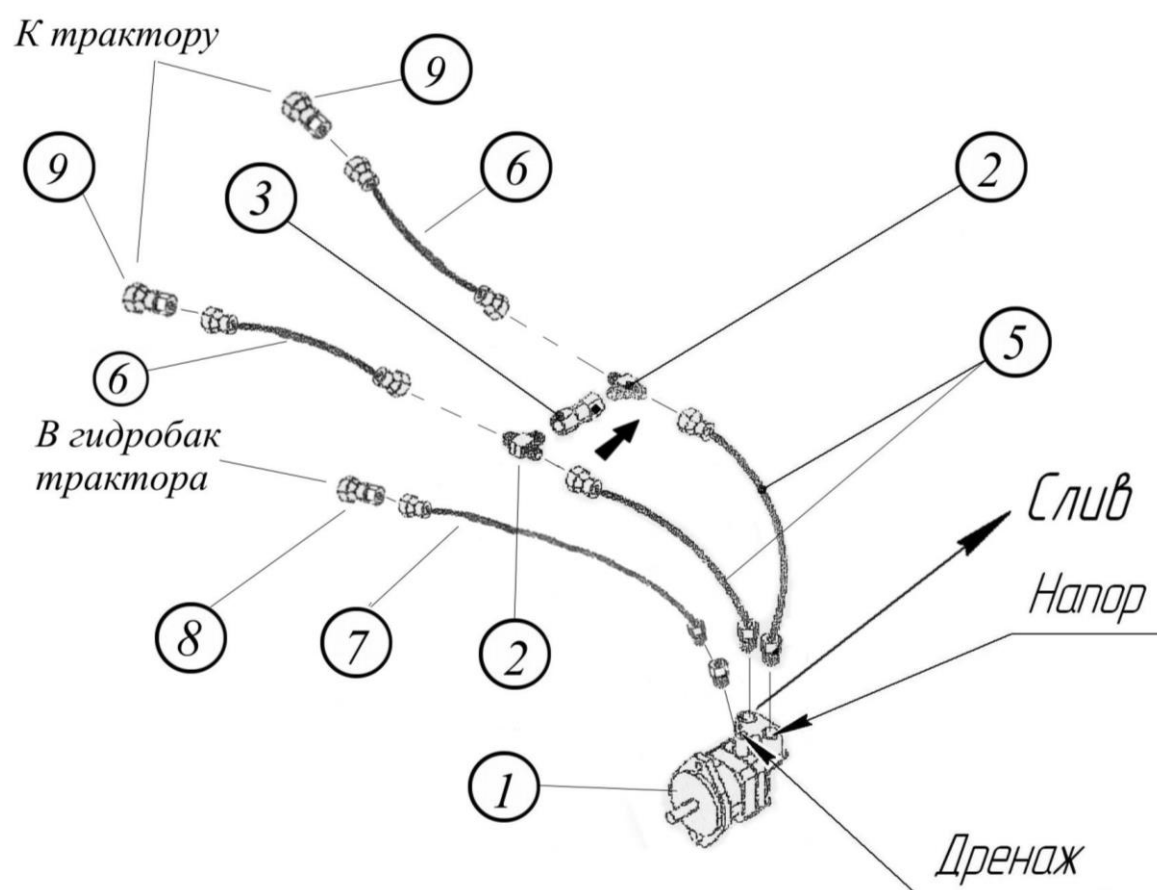

Рис.4.5.1.1. Гидропривод вентилятора бункера одноосного.
4.5.1.1. Установите элементы системы гидропривода вентилятора согласно рис.4.5.1.1 – для посевного комплекса с одноосным бункером. Номера узлов и деталей см. в табл. 4.5.1.1 и на бирках. Детали поз.1,2,3,5 уже установлены на бункере на заводе-изготовителе.
Примечание. Возвратный клапан (поз.3) устанавливать по направлению стрелки из полости «Слив» в полость «Напор» как показано на рис.4.5.1.1. В зависимости от поставки, на клапане выбита «стрелка» или «точка» по направлению пропускания масла через клапан. Клапан служит для предотвращения резкого стопорения крыльчатки вентилятора при отключении гидросистемы трактора.